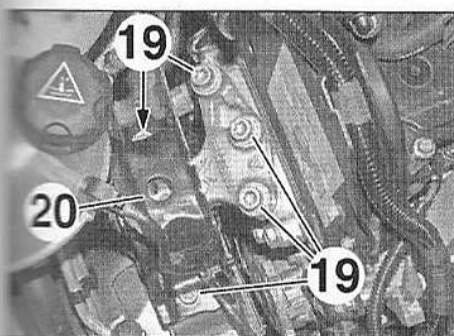
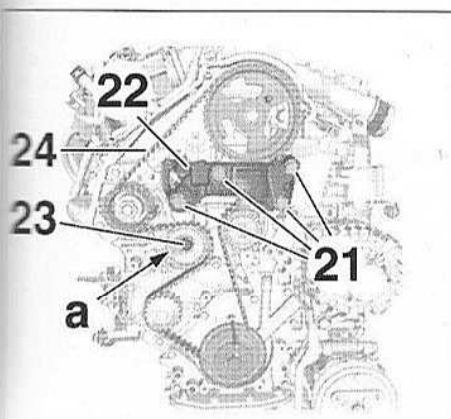

FIG.7
FIG.8
- Déposer (Fig.7) :
- les vis (19),
- le silentbloc moteur droit (20).
- Déposer (Fig.8) :
- les vis (21),
- le support moteur droit (22).
- Desserrer la vis (23) tout en maintenant le galet tendeur à l'aide d'une clé six pans en (a).
- Détendre la courroie (24) en pivotant le galet tendeur dans le sens horaire.
- le support moteur droit (22) (Fig.8),
- le silentbloc moteur droit (20) (Fig.7).